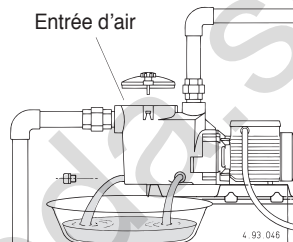

Fig. 4 Vidange
**En cas d'arrêts prolongés ou risque de gel, vidanger la pompe complètement** par les deux bouchons de vidange avec les joints toriques réutilisables (fig. 4).
Avant un éventuel démontage vider le corps de pompe (voir fig. 4 et chap. 13.). Pour le démontage et le remontage observer la construction sur le dessin en coupe (chap. 15.).